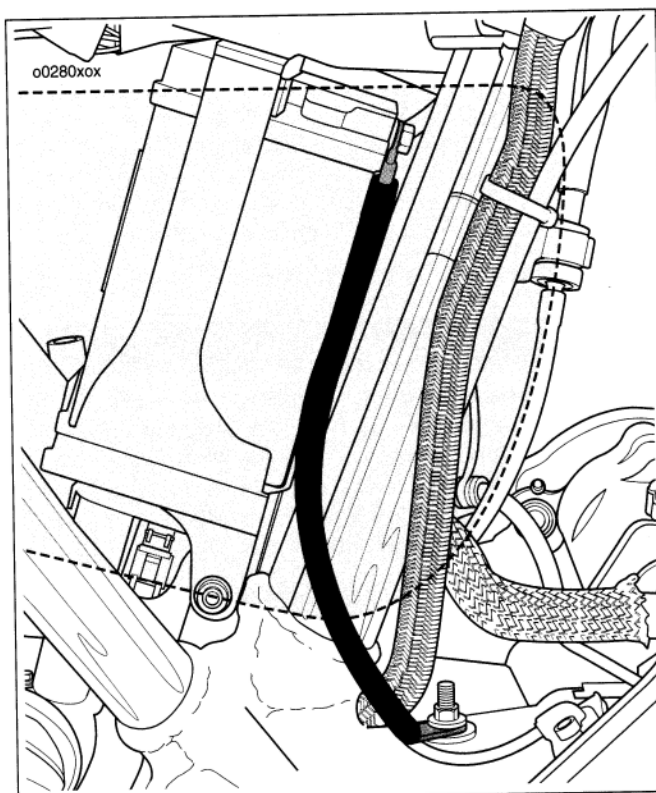

Figura 52. Cavo negativo della batteria e prigioniero sul basamento
3. Vedere la Figura 52. Passare il cavo negativo della batteria attraverso il vassoio come mostrato.